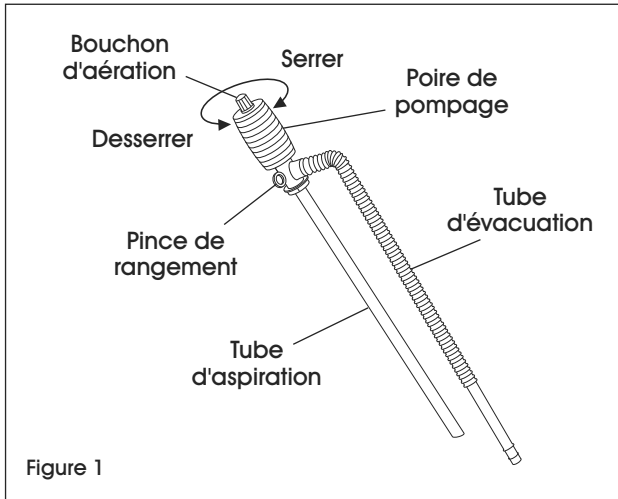

Figure 1
1. Insert suction tube (non-flexible) into the sending container. (See Figure 1)
1. Insérez le tube d'aspiration (non flexible) dans le récipient de départ. (Voir Figure 1)